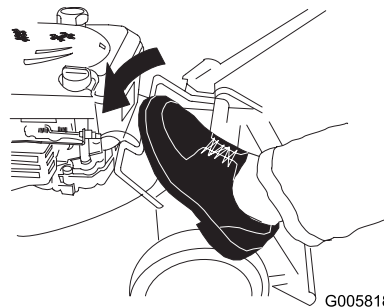

Bild 22
2. Treten Sie auf den Griffösebügel (Bild 22).